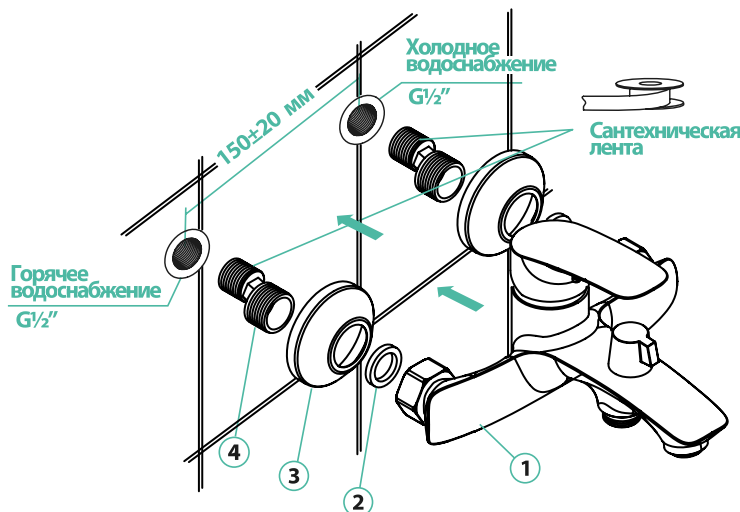

Рис. 1
1. Убедитесь, что входные трубы горячей/холодной воды подведены правильно: горячая должна находиться слева, холодная справа (рис. 1).
- Отключите систему холодного и горячего водоснабжения. Ввинтите эксцентрические переходники (рис. 1) в выходы трубопроводов системы водоснабжения, предварительно уплотнив резьбовую часть изоляционным материалом. Подберите положение эксцентрических переходников, при котором они совпадут и будут соответствовать присоединительному положению смесителя. При этом положение смесителя должно быть горизонтальным.